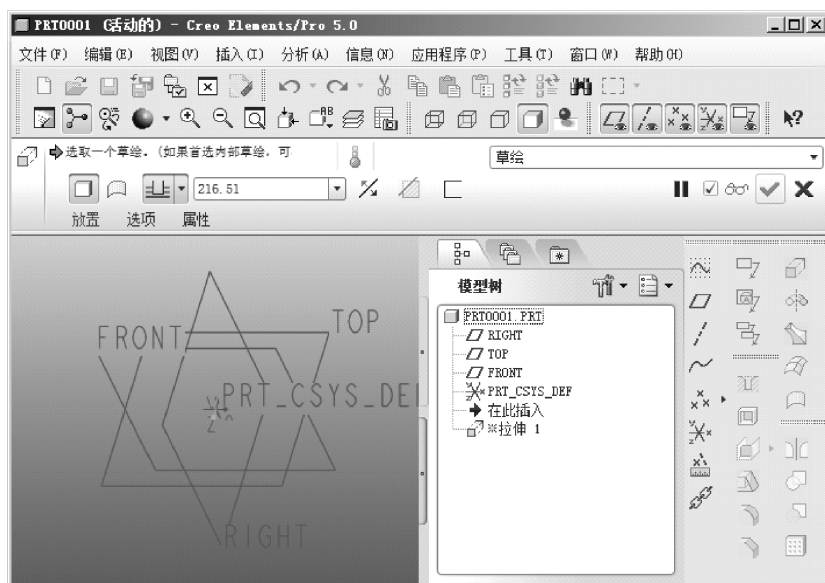

图 2-32 定制屏幕效果
- (1) 在 D 盘建立文件夹，并将其命名为“myexcise”，使用 3 种方法将其设置为工作目录。
- (2) 定制 Creo/Pro 5.0 的屏幕，效果如图 2-32 所示。